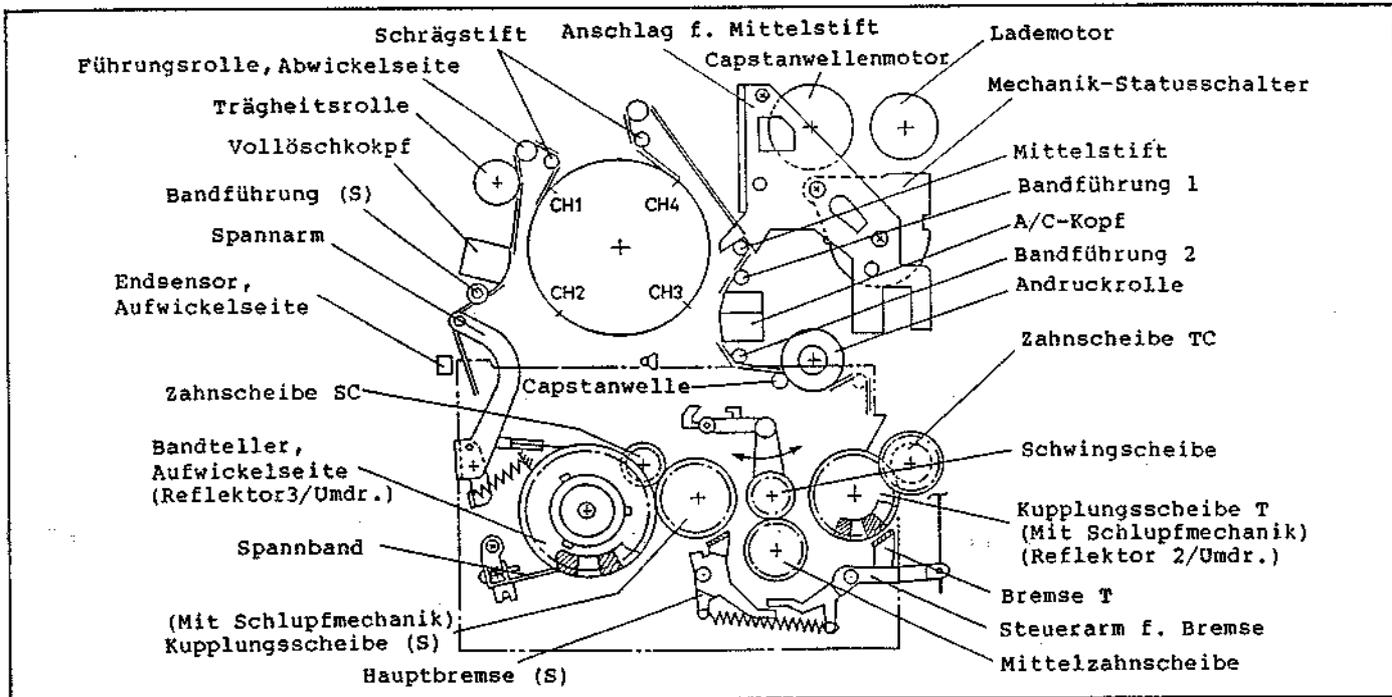

Abb. 7.2 Das Hauptchassis
Abbildung 7.2 stellt die Mechanik VM-C30E in Draufsicht dar). Die einzelnen Bestandteile werden zusammen mit ihrer Funktion in der Reihenfolge besprochen, in der sie dem Bandtransport entlag zusammenwirken.
2.1 Funktion der Bestandteile (Abb. 7.2 bis 7.8)